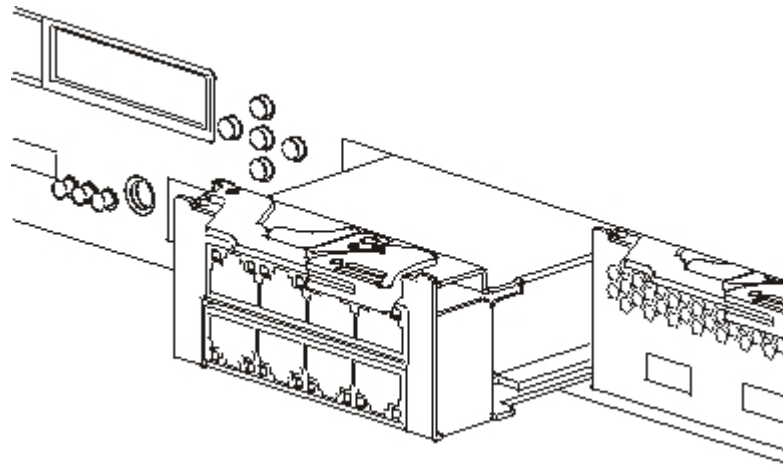

Figure 27. Retrait d'un module Ethernet
4. Tirez le levier vers vous pour sortir les modules Ethernet, comme indiqué dans la figure 27.